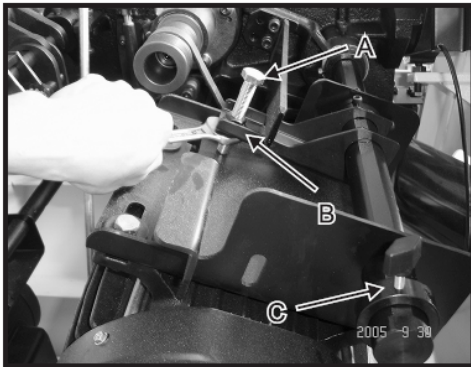

Fig.1
2. С помощью гаечного ключа отверните гайку В болта А и ослабьте упорный болт (см. рис. 1).